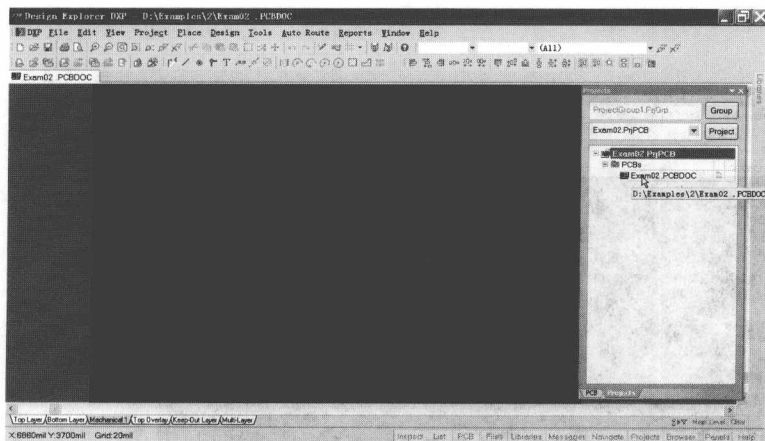

图 2-1 新建 Exam02 .PcbDoc
1. 进入 PCB 编辑环境, 新建 PCB 文件, 将其另存为 “D:\Examples\2\Exam02 .PcbDoc”, 如图 2-1 所示 (操作步骤见实例 1)。